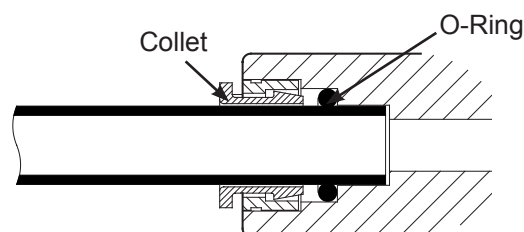

FIG. 17
1. Poussez le tuyau dans la douille jusqu'à ce qu'il pénètre dans le joint torique. Continuez d'exercer une pression jusqu'à ce que les bouts des tuyaux reposent contre le bout du raccord. Cf Fig. 17. L'erreur courante consiste à cesser de pousser lorsque le tuyau pénètre dans le joint torique. Lorsque le tuyau de 1/4" (6.35 mm) est complètement inséré, 1.7 cm de tuyau est entré à l'intérieur du raccord. Lorsque qu'un tuyau de 3/8" (9.5 mm) est complètement inséré, 1.9 cm du tuyau est entré à l'intérieur du raccord. Vous pouvez faire créer des repères sur les tuyaux à l'aide de scotch ou d'un marqueur. Cf Fig. 16 & 17.